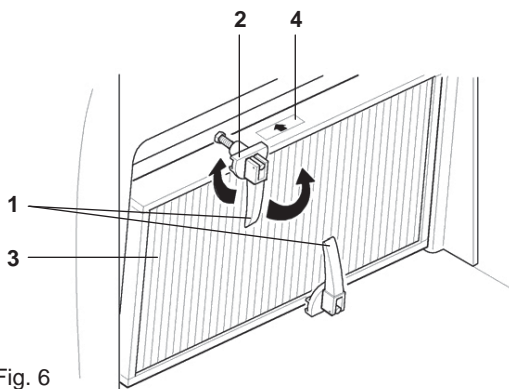

Fig. 6
- Open de handgrepen (pos. 1)
- Draai de aanslagen (pos. 2) 180°.
- Vervang het filter (pos. 3)
- De pijl (pos. 4) moet in de richting van de luchtstroom wijzen, van de buitenkant naar de binnenkant van de machine.
OPGELET: breng het filter in volgens de richting aangegeven op het filter zelf (pos. 4 Fig. 6).